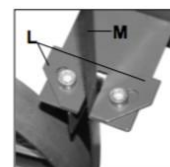

Figure 7
Une fois que la partie supérieure de la lame est définie, la partie inférieure devra être ajustée. Tout d'abord, desserrez les deux vis à tête creuse pour régler les plaques de guidage (L), en veillant à laisser un espace d'au moins 1/32 "entre les bords des plaques de guidage et de la lame de scie (M) (Figure 7). Turning the nut (H) counterclockwise lowers and decreases tension on the Drive Wheel (I) allowing you to adjust the alignment of the blade or to replace the blade entirely. (Figure 6)